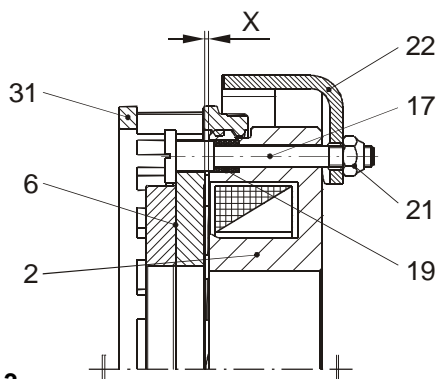

Bild 3
Das Einstellmaß X (Luftspalt zwischen Ankerscheibe (6) und Spulenträger (2)) entnehmen Sie Tabelle 2 und Bild 3.